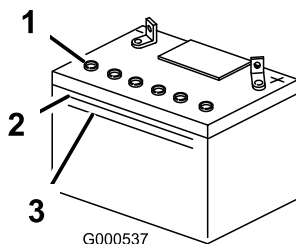

Figura 40
1. Mire hacia el lateral de la batería. El electrolito debe llegar a la línea **superior** (Figura 40). No permita que el electrolito esté por debajo de la línea inferior (Figura 40).
3. Retire los tapones de ventilación de la batería (Figura 40).
4. Vierta lentamente agua destilada en cada célula de la batería hasta que el nivel de electrolito llegue a la línea superior (Figura 40) de la caja de la batería.
5. Espere de cinco a diez minutos después de llenar las células de la batería. Añada agua destilada, si es necesario, hasta que el nivel de electrolito llegue a la línea superior (Figura 40) de la caja de la batería.